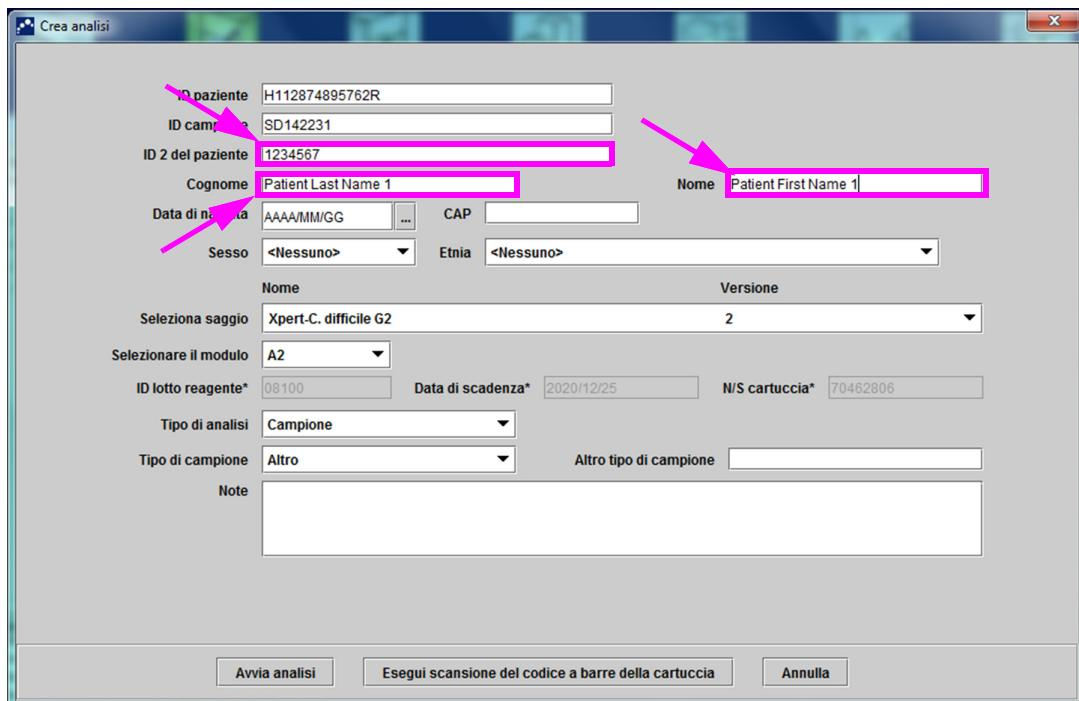

Figura 5-23. Finestra di dialogo Crea analisi con i campi ID paziente e ID campione
- Eseguire la scansione del codice a barre della cartuccia mediante il lettore di codici a barre fornito. Vedere la Sezione 5.5. Viene visualizzata la finestra di dialogo *Crea analisi*, come mostrato nella Figura 5-23. Il software inserisce automaticamente le informazioni richieste nella finestra *Crea analisi*.
6. (Facoltativo) Se l'opzione **Nome paziente** è abilitata, posizionare il cursore nel campo **Cognome** e immettere il cognome del paziente, quindi posizionare il cursore nel campo **Nome** e immettere il nome del paziente. Vedere la Figura 5-23.